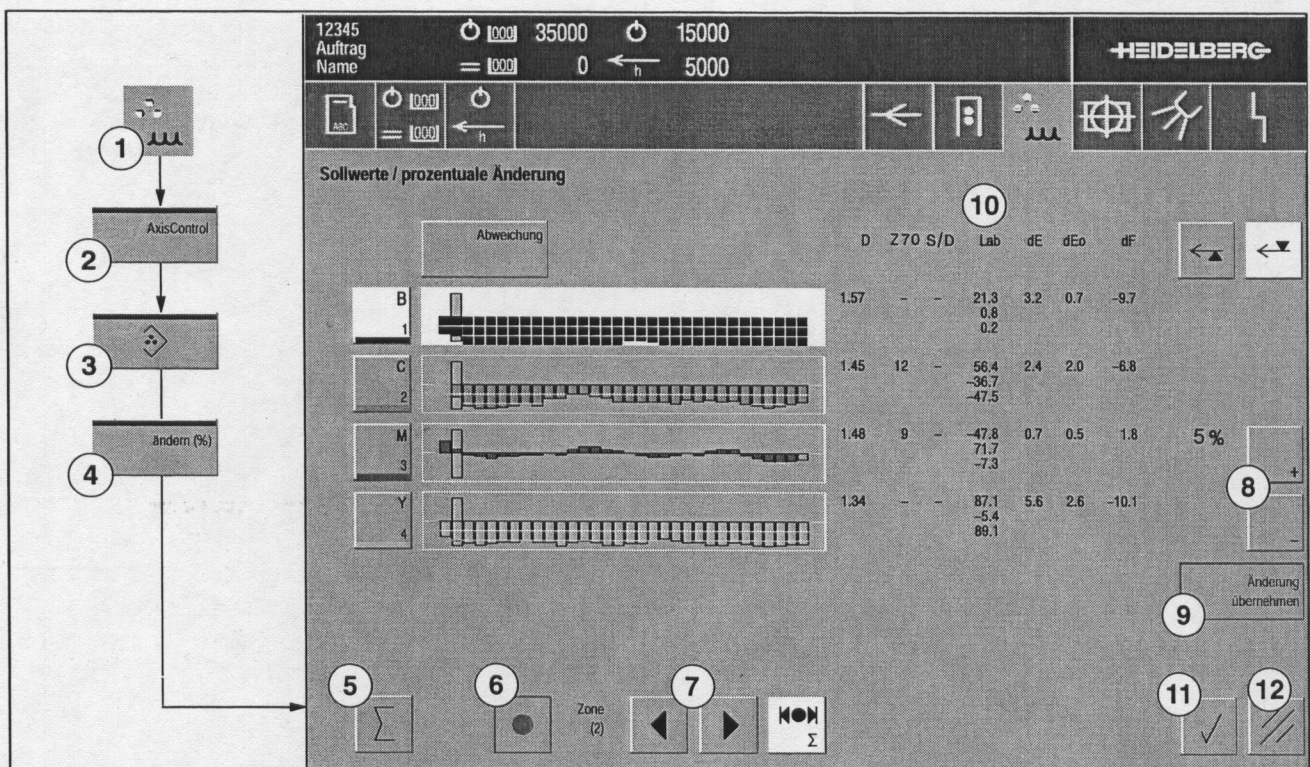

Abb. 20 Menü Sollwerte/prozentuale Änderung
1. Drücken Sie die Taste *ändern %* (Abb. 20/4). Das Menü **Sollwerte/prozentuale Änderung** öffnet sich.
2. Wählen Sie die Druckwerke entweder einzeln oder alle über die Summentaste (Abb. 20/5) aus, bei denen Sie eine prozentuale Änderung durchführen wollen.
3. Wählen Sie die Farbzonen über die Markierungstaste (Abb. 20/6) und die Pfeiltasten (Abb. 20/8) aus, die Sie ändern möchten.
4. Über die + und - Taste (Abb. 20/8) geben Sie die prozentuale Änderung ein.
5. Drücken Sie die Taste *Änderung Übernehmen* (Abb. 20/9). Die prozentuale Änderung wird in der Farbinformation (Abb. 20/10) angezeigt.
6. Eingabe sichern: Drücken Sie die Taste *OK* (Abb. 20/11). die prozentuale Änderung wird übernommen.
Eingabe löschen: Drücken Sie die Taste *Löschen* (Abb. 20/12). Die prozentuale Änderung wird nicht übernommen.